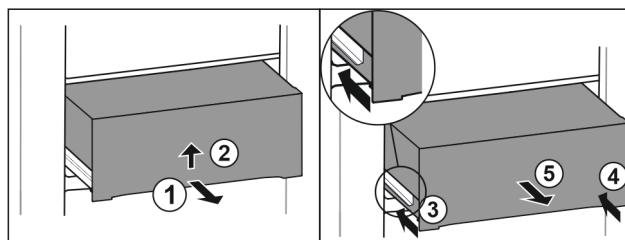

Fig. 31
- ▶ Вытяните выдвижной ящик наполовину. Fig. 31 (1)
- ▶ П однимите выдвижной ящик за нижнюю часть. Fig. 31 (2)
- ▶ Вставьте левую направляющую. Fig. 31 (3)
- ▶ Вставьте правую направляющую. Fig. 31 (4)
- ▶ Извлеките выдвижной ящик движением вперед. Fig. 31 (5)